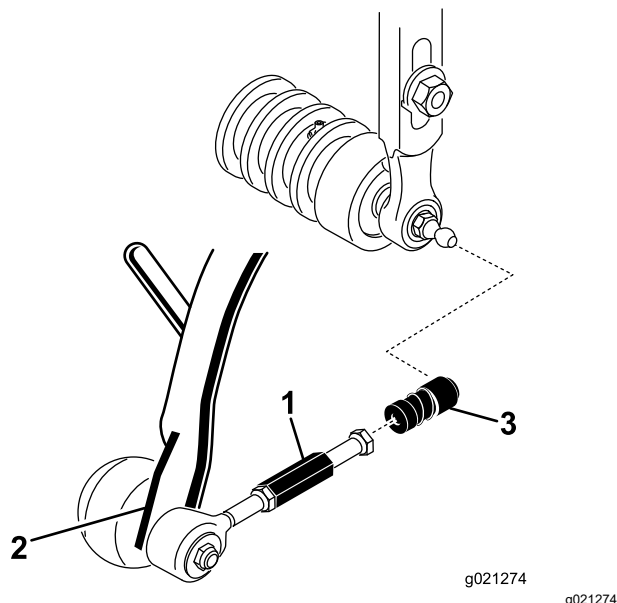

Figura 7
3. Faça deslizar a manga para a junta esférica e engate o recetor na junta esférica da unidade de corte (**Figura 7**).